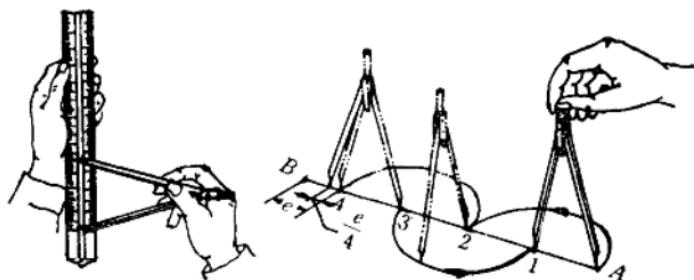

图 1-11 分规的使用方法
(2) 分规 分规是用来量取尺寸和等分线段或圆弧的工具(如图1-11)。分规两腿并拢时，两针尖应能合于一点。
使用分规时应将分规的一脚夹在右手食指和中指之间，另一脚夹在拇指和无名指之间，调整分规两脚距离由中指和无名指张开两脚而由拇指和食指合拢两脚，这样就可以用一只手来控制分规的开合。其使用方法如图1-11所示。